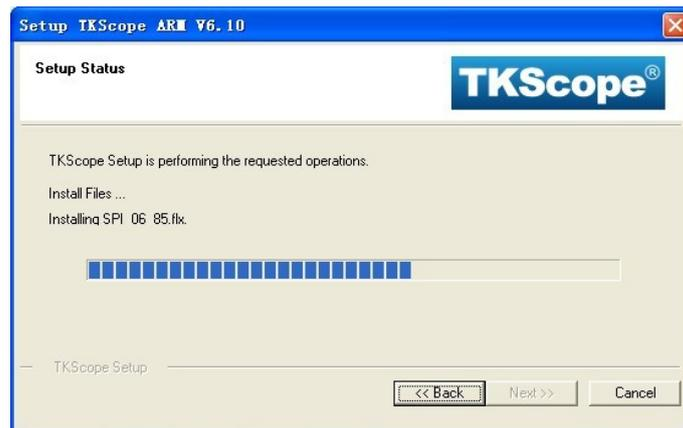

图 1.22 TKScope ARM 安装进行中
6. 接下来，TKScope ARM 便开始安装，如图 1.22 所示。